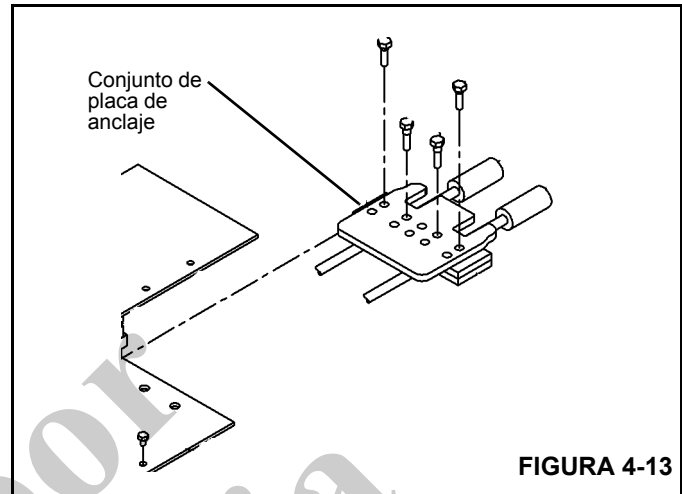

FIGURA 4-13
16. Instale el conjunto de anclaje, la placa y el cable de extensión (Figura 4-13).